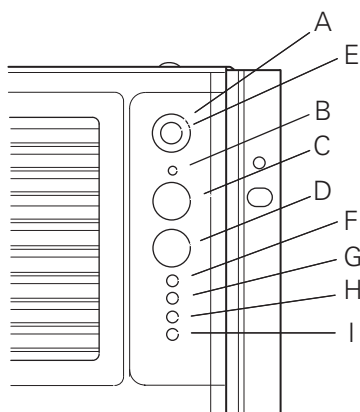

Figure 4. Vue du panneau avant
La figure 4 décrit le panneau de commande avant du serveur MAXDATA PLATINUM 9000-4R. Le panneau de commande avant est pourvu de voyants indiquant l'état de fonctionnement des ventilateurs, des lecteurs de disque dur et des unités d'alimentation.
5. Presser l'interrupteur de marche-arrêt sur le panneau de commande avant (F sur la figure 4 en page 12). L'actionnement du bouton déclenche les ventilateurs du serveur et lance l'autotest de démarrage POST.